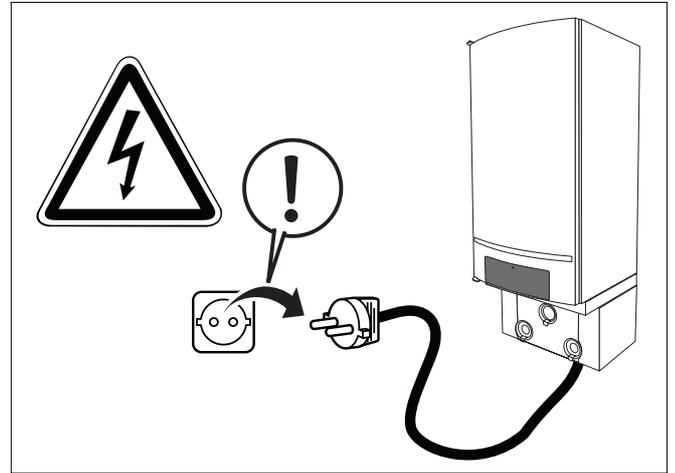

Fig. 61 Togliere la tensione dall'impianto di riscaldamento
- Togliere la tensione dall'impianto di riscaldamento (fig. 61).